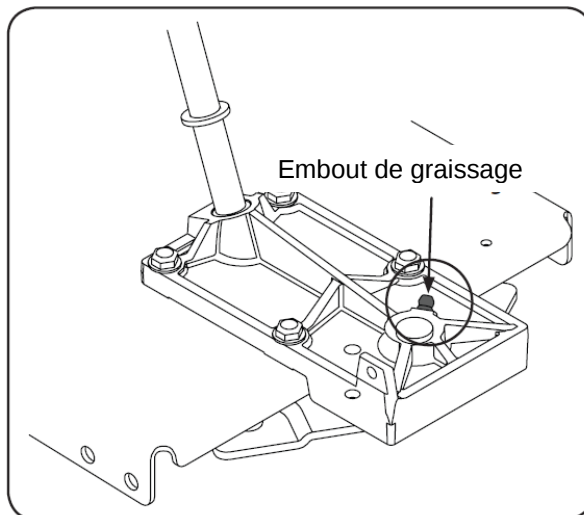

Figure 6-7
2. Localisez l'embout de graissage pour la direction sous la batterie. Consultez la Fig. 6-7.